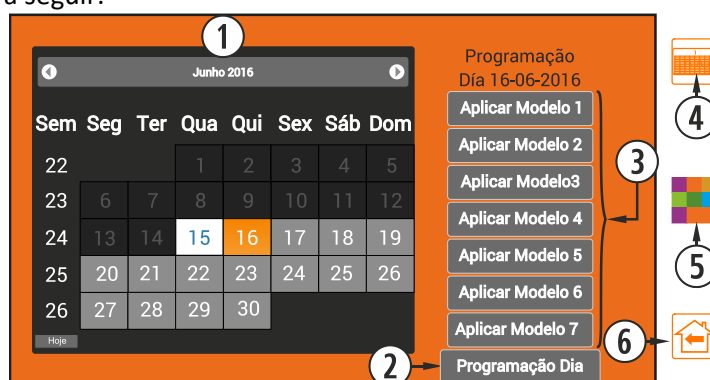

Figura 39
É importante para validar a programação, clicando em guardar (ponto ⑤, figura 39) após realizar a programação.
①	Modelos 1 - 7.
②	Retorno ao ecrã anterior.
③	Aplicar alteração sobre programações prévias.
④	Retorno ao ecrã principal.
Para aceder à programação semanal devemos clicar no ícone e vamos aceder ao ecrã de programação. Devemos indicar em cada dia da semana o modelo que queremos utilizar, **guardar** a configuração e, depois, habilitar a programação conforme indicado no ponto ④ da figura 39.